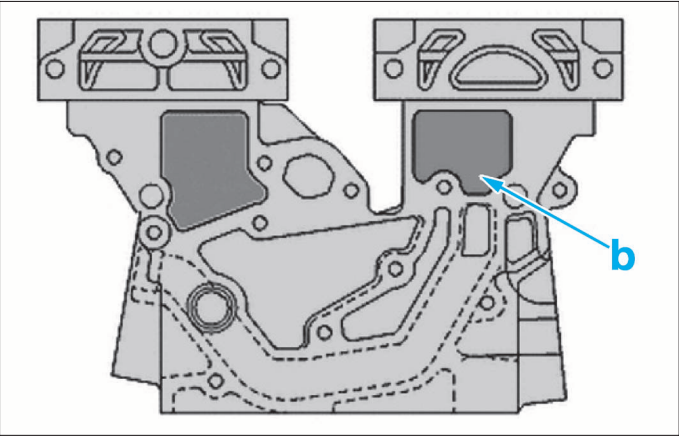

FIG. 5
- un marquage "OA" en (b) situé sur la surface côté volant moteur à droite de la culasse (Fig.5).